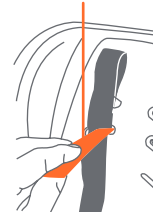

Fig. 31-1
6. Con la ayuda de la herramienta de ensartar que viene incluida, inserte los tirantes del arnés a través de las aberturas elegidas en el paso 2 más arriba de la almohadilla del asiento y del armazón de éste, respectivamente. (Fig. 31-1)